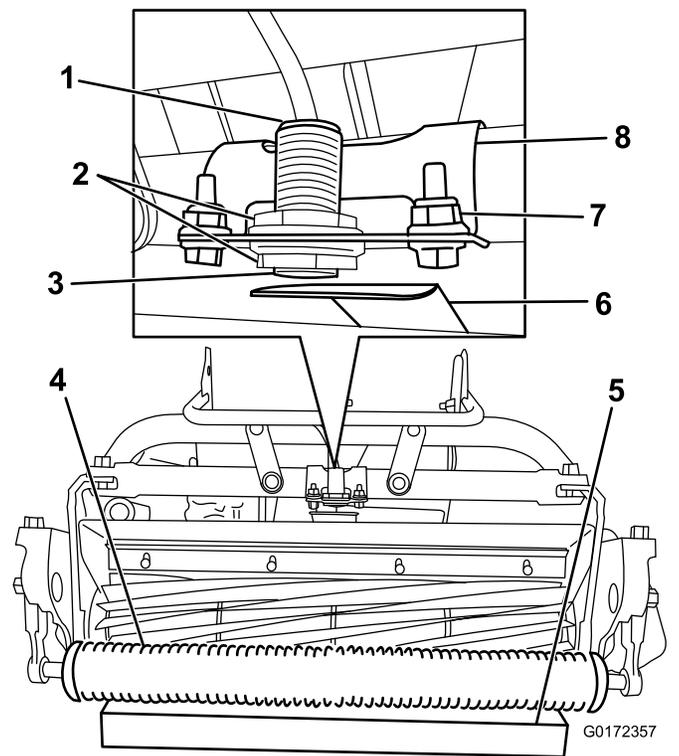

Figura 10
2. Afloje las contratuercas del sensor y ajuste el sensor hasta que quede visible una rosca por debajo de la contratuerca inferior (Figura 10).
4. Coloque un bloque de 3,8 cm debajo del rodillo delantero de la unidad de corte (Figura 10).
5. Afloje las fijaciones que sujetan el soporte del sensor al bastidor (Figura 10).
8. Gire el soporte del sensor hacia la placa objetivo hasta que se encienda la luz situada encima del sensor (Figura 10). Si la luz ya estaba encendida, gírelo hacia fuera hasta que se apague la luz, y luego en sentido contrario justo hasta que se vuelva a encender.